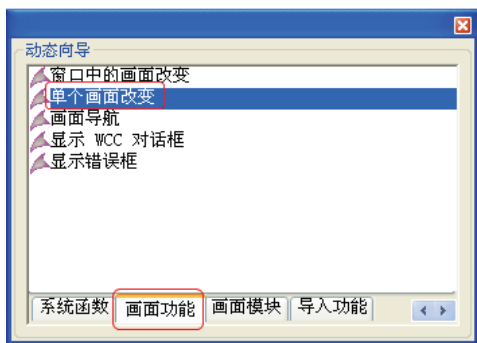

图 5-30 “动态向导”对话框
2) 打开画面 A，拖入按钮，将按钮的文本属性改为“切换到 B”，选中此按钮，再选中“画面功能”选项卡，单击“单个画面改变”选项，如图 5-30 所示。